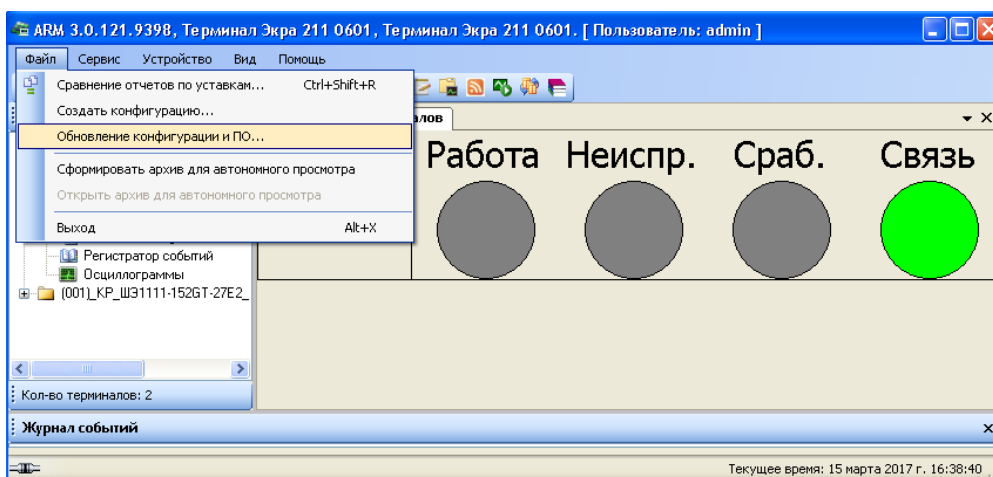
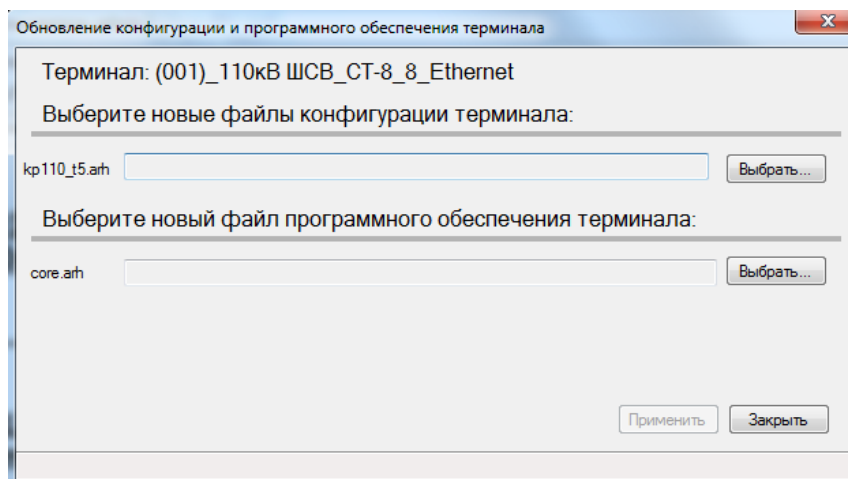

Рисунок 5.1
Рисунок 5.2
5.2.3 Замена программы осуществляется через пункт меню **Файл** → **Обновление конфигурации и ПО...**. При выборе этого пункта (см. рисунок 5.1) отображается диалоговое окно (см. рисунок 5.2).
5.2.4 В появившемся диалоговом окне (рисунок 5.2) указать путь к папке, где расположен файл **core.arh**, и подтвердить выбор нажатием **Открыть**. Если версия выбранного файла некорректная, то в диалоговом окне появится соответствующая запись.